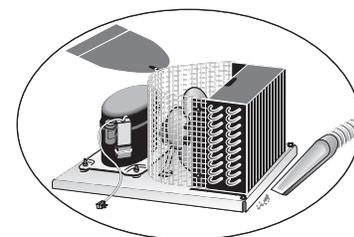

Imagen 2
PASO 3 - Una vez que el punto de ajuste ha sido fijado correctamente, suelte el botón "info" . La pantalla mostrará la temperatura. (Ver imagen 2).
PASO 2 - Oprima y mantenga presionado el botón de información . Esta es la temperatura del sensor T1. Ver imagen 2.